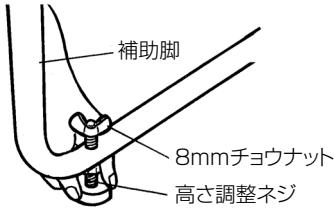

図 22
- (5) 図22のように補助脚についている高さ調節ネジ(2個)をまわして、本体のテーブル面と延長テーブル面が同一面になるように、また補助脚がぐらつかないように調整します。お手持ちの真っ直な定規(長さ1m程度)を本体のテーブル面と延長テーブル面に当て調整してください。調整後、高さ調節ネジがゆるまないよう8mmチョウナット(2個)を十分に締付けます。